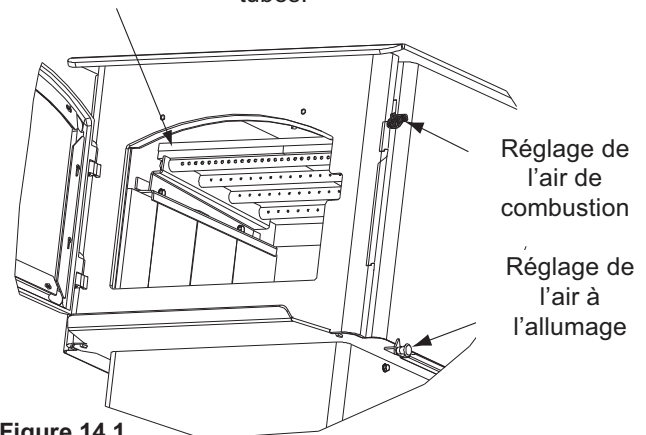
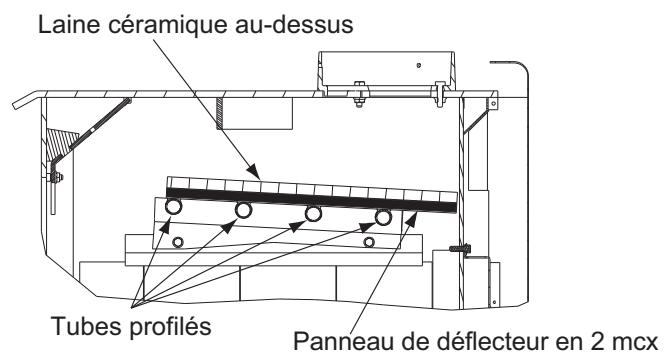

Figure 14.1
Figure 14.2
1. Confirmez que la position du déflecteur est correcte. Il doit affleurer le tube avant et reposer sur tous les tubes. (**Figure 14.1 et Figure 14.2**).